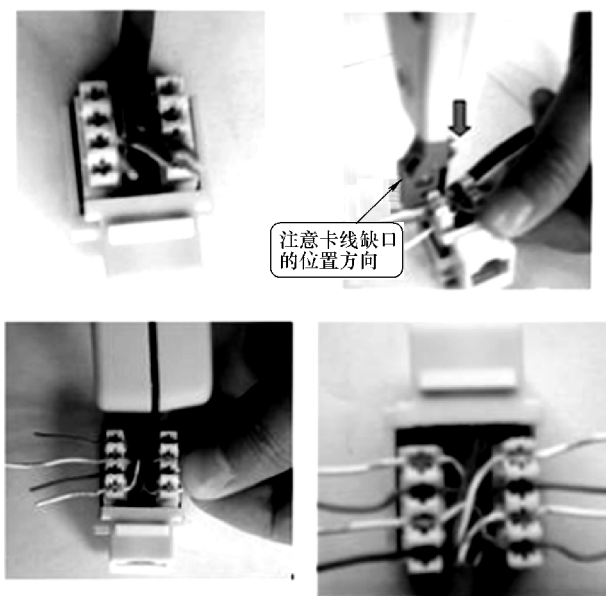

图 6-30 信息模块的连接过程
4) 将 8 根线芯的末端用压线钳的剪线刀口剪齐, 这里采用 T568A 的线序标准进行连接, 按照模块提示进行连接, 将双绞线线头对准信息模块相对应颜色的线槽内, 确认线头的颜色顺序无误后, 将已放好的线压入线槽的金属卡片中卡好, 按照同样的方法完成其他的连接, 完成后如图 6-30 所示。